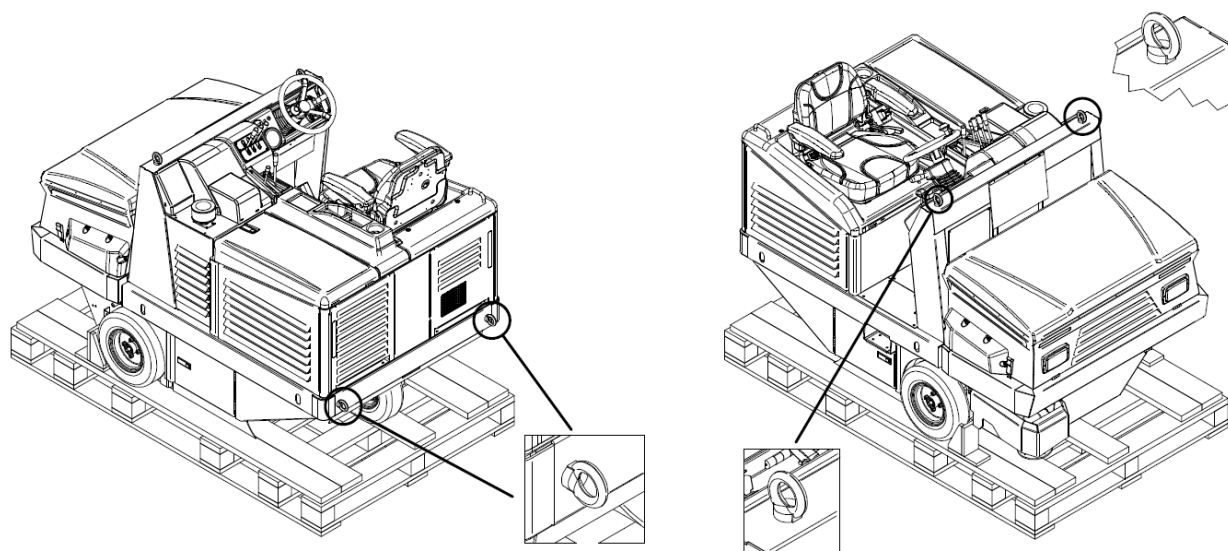

Figura 27
- Attraverso il sollevamento mediante dispositivi di sollevamento di portata idonea alla massa della macchina (indicata sulla targhetta CE) sfruttando i golfari in dotazione (Figura 27);